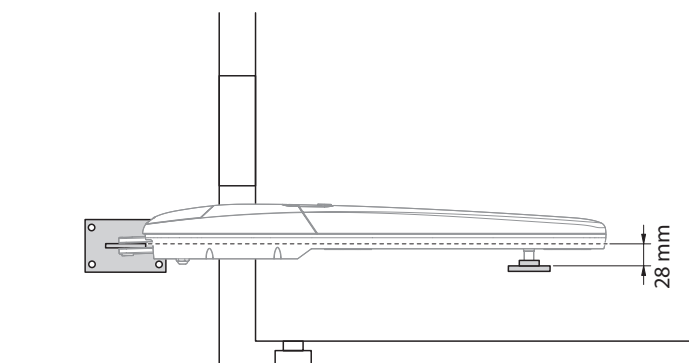

Fig. 4
**AVISO!** – Antes de fixar o suporte traseiro, certifique-se que o suporte frontal vai ser fixado numa parte sólida da folha do portão; o suporte frontal terá de ser fixado a uma altura diferente do que o suporte traseiro (**Fig. 4**).
02. Defina a altura de instalação do suporte de fixação frontal de acordo com a fig. 4;